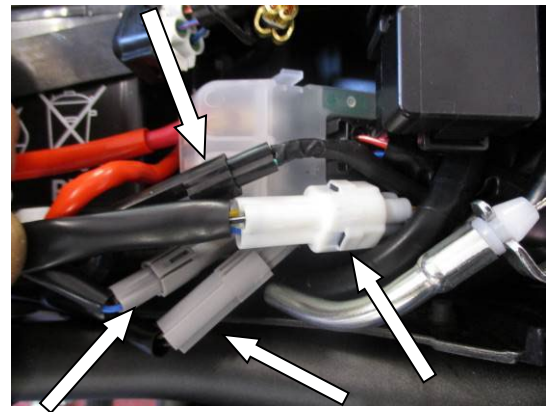

ABBILDUNG 4
- Trennen Sie die 4 elektrischen Verbindungen (Rücklicht, linker Blinker, rechter Blinker und Kennzeichenbeleuchtung-Verbindungen) wie in Abbildung 4 gekennzeichnet. Bitte die Zusammensetzung der Verbinder für den späteren Wiedereinbau notieren.